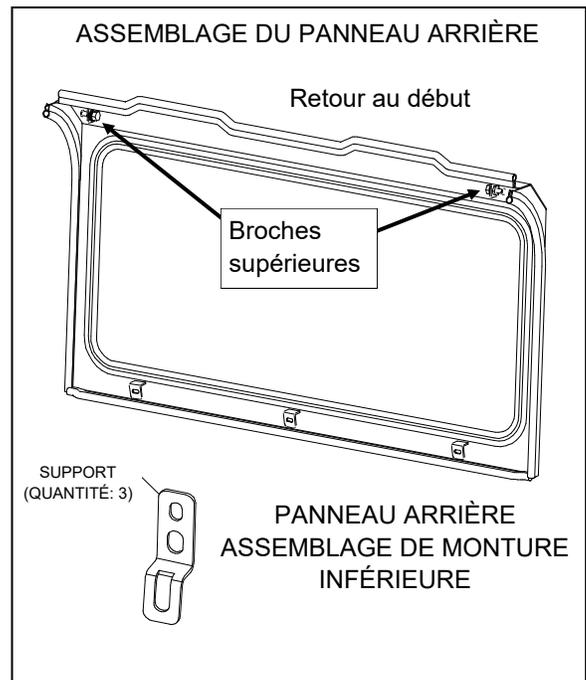

Fig. 3.1 (contenu du kit de panneau arrière)
3.1 La figure 3.1 montre le contenu du kit de panneau arrière.